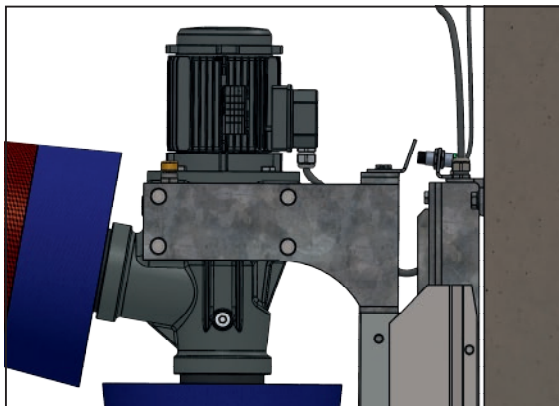

Рисунок 6. Длина кабеля A-B = 55 см, расстояние до датчика = 8-10 мм
- Проверьте расстояние от датчика до флажкового выключателя (рис. 6).